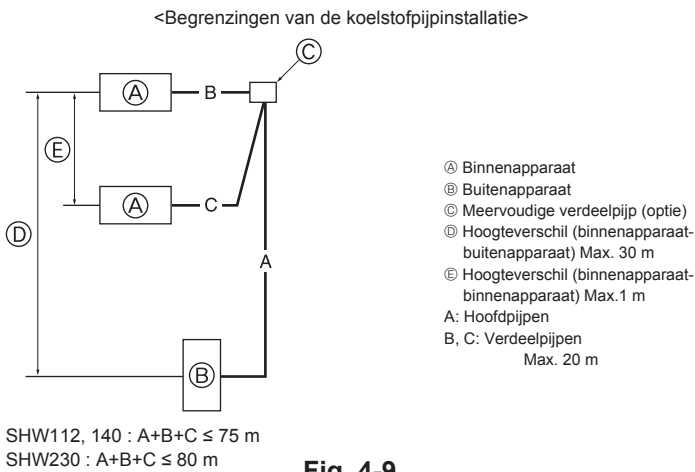

Fig. 4-9
4.7. Voor twee-/drie-/viervoudige combinaties (Fig. 4-9) (alleen voor airconditioners)